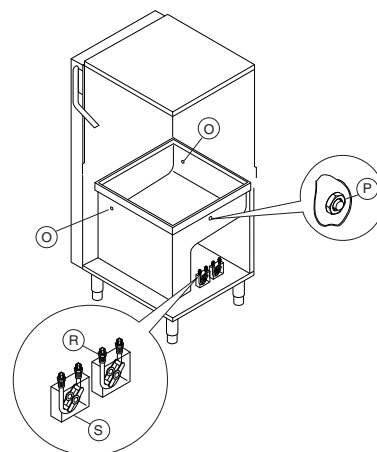

Fig. 14
1. Opvaskemaskine med indbygget doseringspumpe til opvaskemiddel (Fig. 14).
2. Opvaskemaskine med indbygget doseringspumpe til afspændingsmiddel (peristaltikpumpe) (Fig. 14).
Forberedelse af automatisk doseringspumpe til opvaskemiddel (Fig. 14)